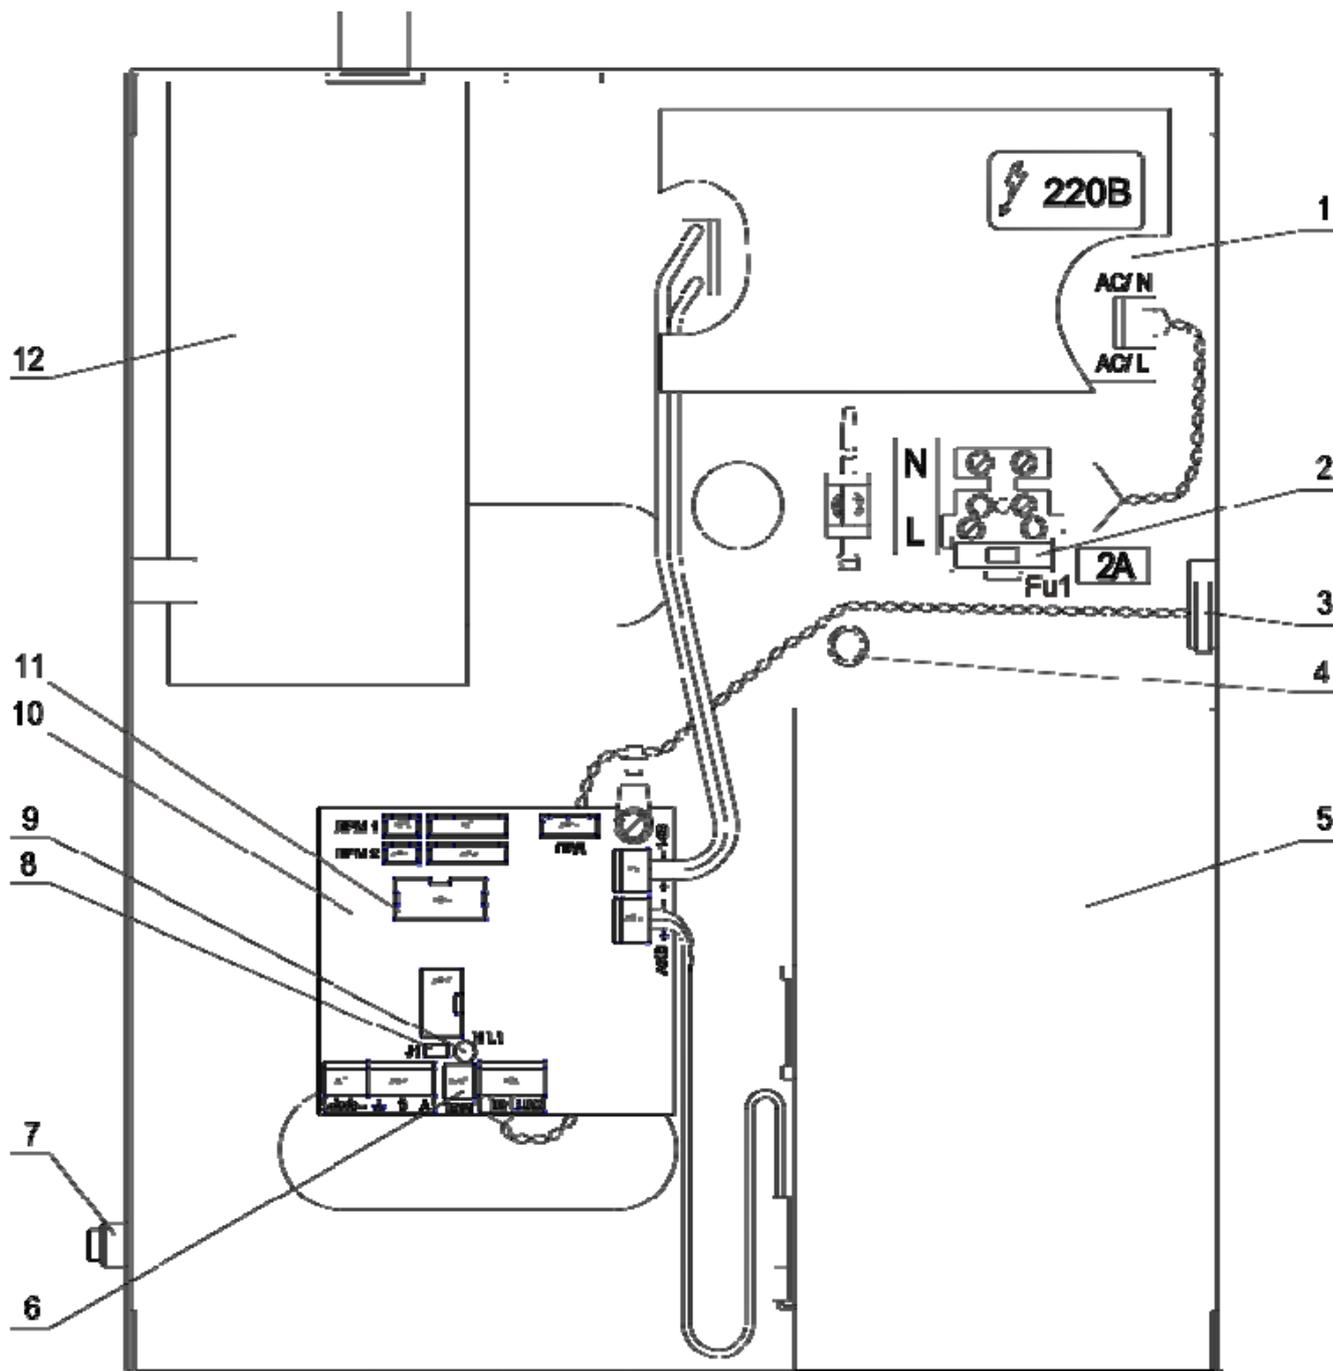

Рисунок 2
1.4.1.3 В корпусе (рисунок 2) установлены: импульсный источник питания (1), клеммная колодка с предохранителем (2) для подключения сетевого кабеля, АКБ (5), печатный узел контроллера (10), датчик вскрытия корпуса (3), приемник (12).
Заземлить БВР, используя клемму заземления на корпусе и гибкий медный провод сечением не менее $2,5 \text{ мм}^2$. Допускается использовать для заземления среднюю жилу трехжильного сетевого кабеля при условии подключения к сетевой розетке, имеющей средний заземленный контакт ("евророзетка"). При этом средняя жила кабеля должна быть подсоединена в блоке к клемме заземления (поз. 4 рис. 2).